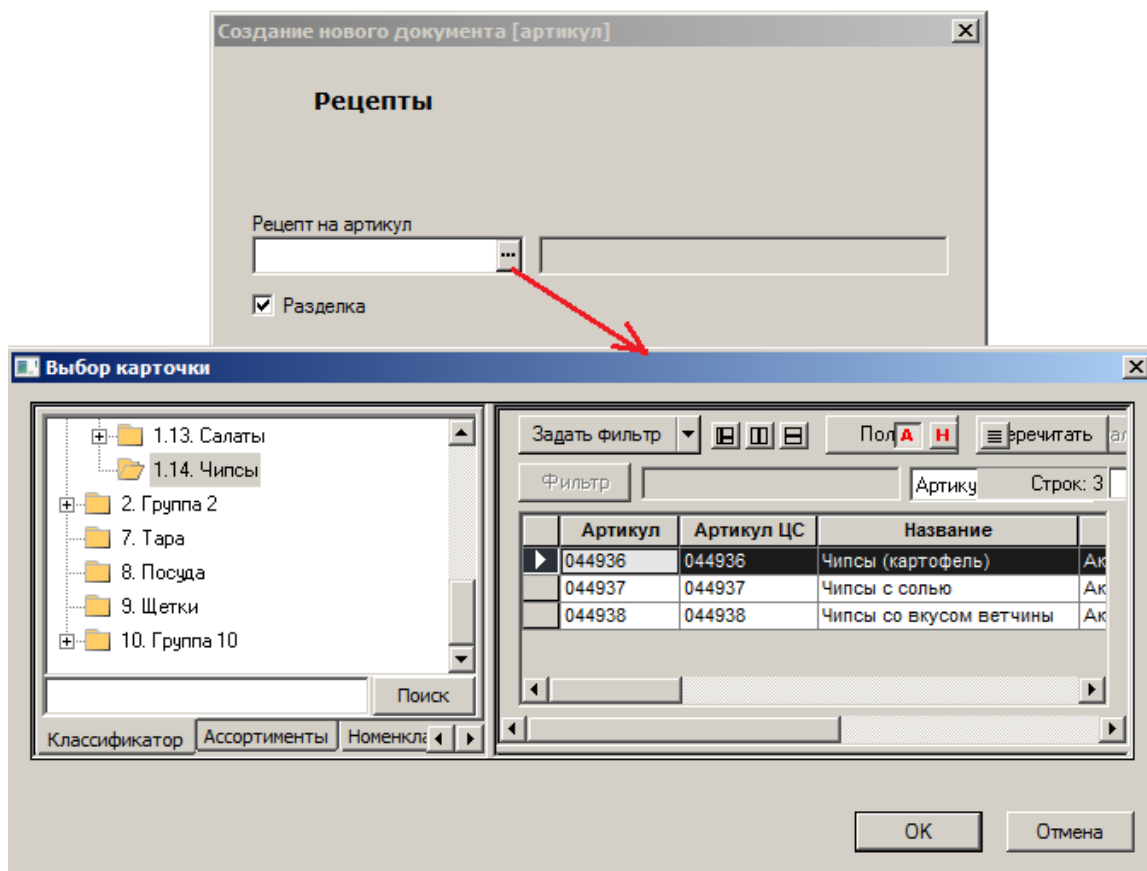

Рисунок 15 – Создание нового документа «Рецепт» (3)
4. Для создания рецепта на разделку установить флаг в поле **Разделка** (Рисунок 15). Чтобы создать рецепт на изготовление продукции, флаг не устанавливать. Выбрать артикул изготавливаемого по рецепту продукта (для *Рецепта на изготовление*